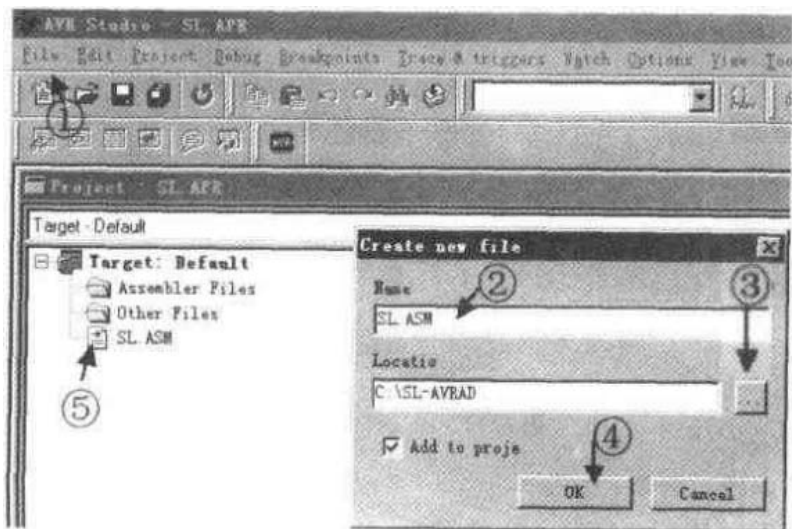

图 3.9 建立工程项目
① Project→New→出现 Select new project 窗口,新建工程项目;② 必须选择工程项目名字和项目的类型输入,例:SL.APR 工程项目(.APR 也可缺省,则默认为 .APR);③ 选择存放工程项目路径;④ 用鼠标选中 AVR Assembler 汇编;⑤ 再按 OK 键,即自动新建工程项目,见图 3.9。